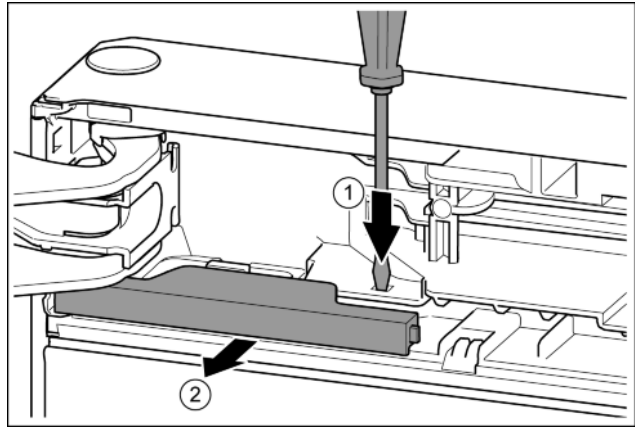

Fig. 9
- ▶ С плоската отвертка натиснете езичето. Fig. 9 (1)
- ▶ Извадете капака от фиксатора. Fig. 9 (2)